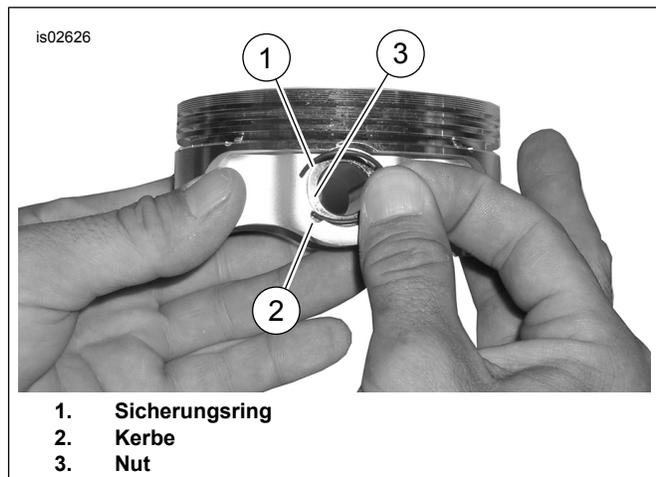

Abbildung 3. Sicherungsring und Kolben
1. Siehe Abbildung 3. Das offene Ende des Sicherungsrings (1) in die Kerbe (2) der umlaufenden Nut (3) des Kolbenbolzenversprungs so einsetzen, dass sich die Öffnung beim Einbau entweder in der 12-Uhr-Position oder in 6-Uhr-Position befindet.